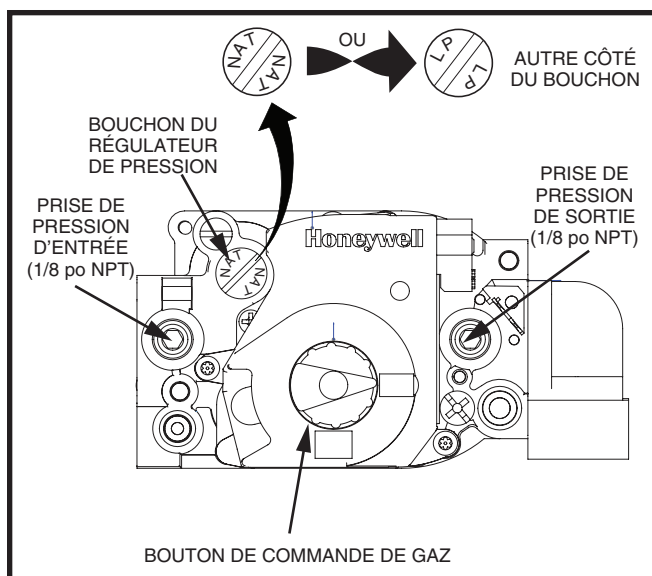
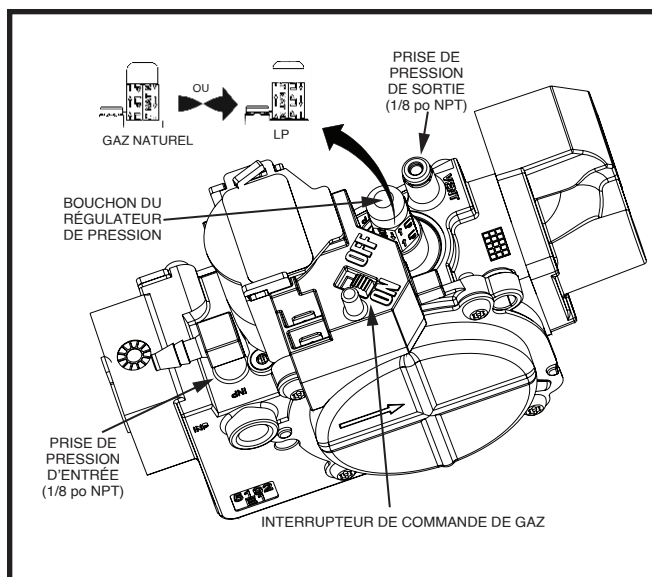

Figure 29. Robinet de gaz Honeywell/Resideo
Figure 30. Valve de gaz Copeland
- Des bouchons (1/8 po NPT) pour connexion de jauge sont présents sur la soupape de gaz. Consultez la **Figure 29** et **Figure 30** pour les emplacements.
6. Dévissez le bouchon du régulateur de pression et cherchez les lettres NAT ou LP. Consultez la Figure 29 et Figure 30 (page 17).